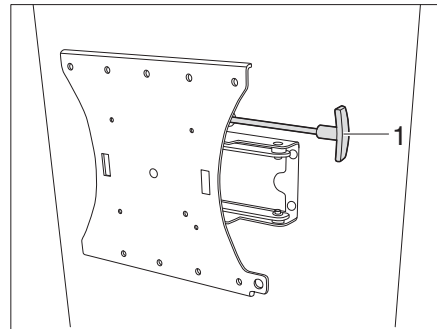

Bild 124 Fäste med ledad arm (variant 2)
- Dra i spaken (Bild 124,1) för att lossa den platta bildskärmen ur spärren.
- Skjut in spaken (Bild 124,1) igen för att spärra.